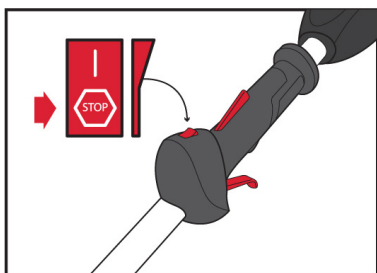

Fig. 5A
1. Situar el botón de puesta en marcha/parada en la posición de "MARCHA (1)". (Fig. 5A)
Soltar el gatillo de aceleración. Dejar que el motor vuelva a la velocidad de marcha en vacío. Presionar y mantener presionado el botón de puesta en MARCHA / PARADA hasta que el motor se pare. (Fig. 5A)